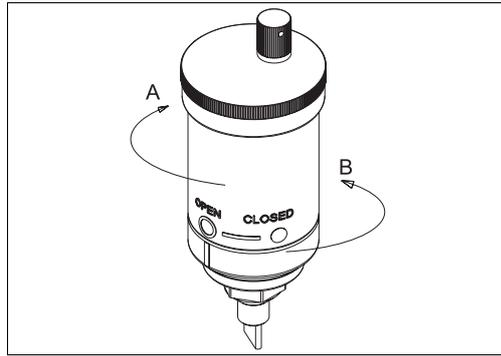
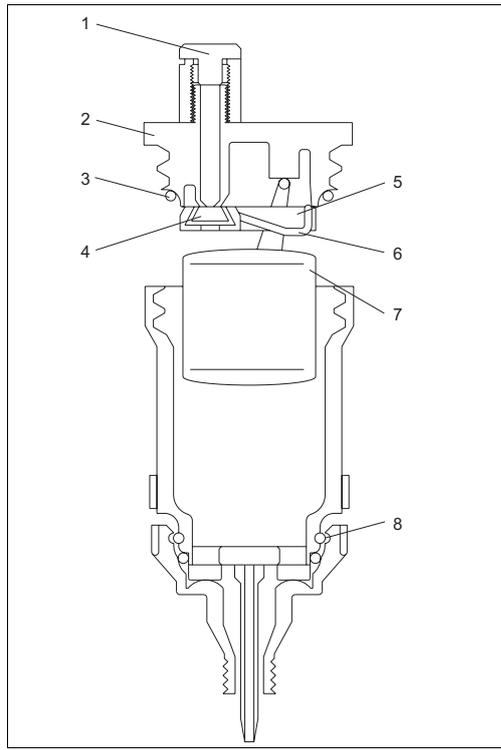

Fig. 13 : Event d'aération en position ouverte
Fig. 14 : Vue détaillée de l'évent d'aération
1. Avant de remplir le système, assurez-vous que le capuchon rouge de l'évent (voir fig. 14, pos. 1) est correctement fixé et que la vanne est fermée (voir fig. 13). Pour cela, tournez l'évent d'aération dans le sens des aiguilles d'une montre. N'utilisez que vos mains pour éviter d'endommager l'évent d'aération.
4. Démarrez le fonctionnement en tournant l'évent d'aération dans le sens inverse des aiguilles d'une montre en position ouverte (voir fig. 13).
1. Tournez l'évent d'aération dans le sens des aiguilles d'une montre en position fermée et isolez-le ainsi du système (voir fig. 13).
2. Retirez le flotteur en dévissant la partie supérieure de l'unité et en soulevant le couvercle noir (fig. 14, pos. 2).
3. Nettoyez la surface d'appui avec précaution (pos. 4).
5. Remplacez le flotteur et assurez-vous que le joint torique (pos. 3) est fermement fixé.
8. Assurez-vous que le capuchon rouge de l'évent (pos. 1) est tourné jusqu'à la butée pour garantir un bon fonctionnement. Fermez le capuchon manuellement.